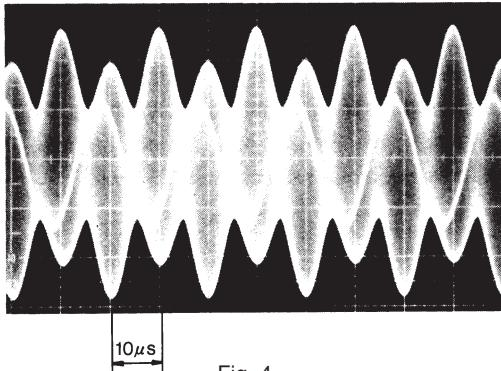
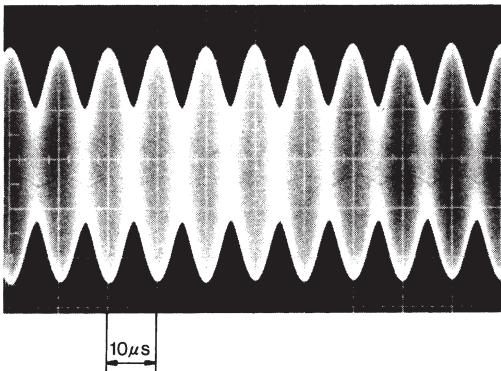
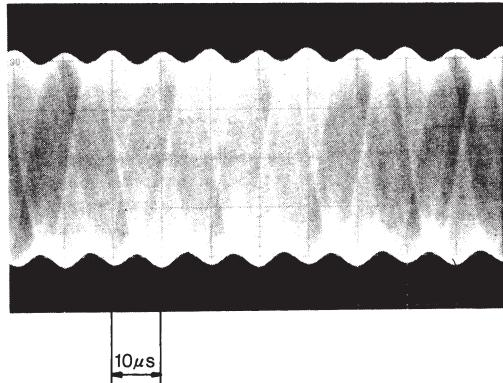

Fig. 4
Fig. 5
Fig. 6
- ③ VR-1ボリュームを右廻し(CW)いっぱいに廻し、スケールを移動させるとFig.4に示すような波形が観測されます。この時、VR-4ボリュームを調整してFig.5に示すように、隣り合う山の高さを均一にします。(これをDCバランス調整といいます。)PM信号の最小振幅が 0.5 Vp-p 以下になると、アラーム機能が動作することがあります。
- ④ VR-1ボリュームを左廻し(CCW)いっぱいに廻し、スケールを移動させると、③と同様にFig.4に示すような波形が観測されます。この時、VR-5ボリュームを調整してFig.5に示すように、隣り合う山の高さを均一にします。
- ③④の調整を交互に数回繰り返し、VR-1ボリュームの回転によって隣り合う山の高さがずれなくなるまで調整してください。
- ⑤ VR-1ボリュームを中心付近に設定し、スケールを移動させるとFig.6に示すような波形が観測されます。この時VR-3ボリュームを調整し、エンベロープリップルが最小になるようにします。また、VR-1ボリュームも微調整しエンベロープリップルが最小になるようにします。